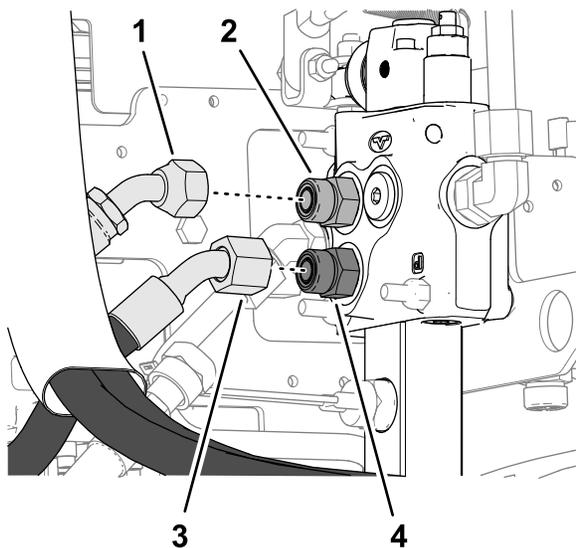

Рисунок 24
1. Подсоедините верхний шланг погрузчика с маркировкой «Отверстие В» к верхнему штуцеру вспомогательного клапана (Рисунок 24).